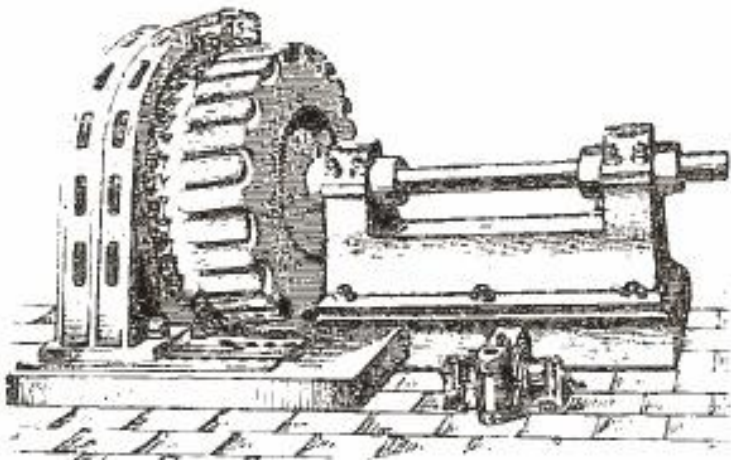

Рис. 79. Генератор трифазного струму М. Доливо-Добровольського (90ⁱ pp. XIX ст.)
- 1888 р.** Винайдено генератор трифазного струму, схеми увімкнення електромашин “зіркою” і “трикутником” (*М. Доливо-Добровольський з Одеси*) (рис. 79)